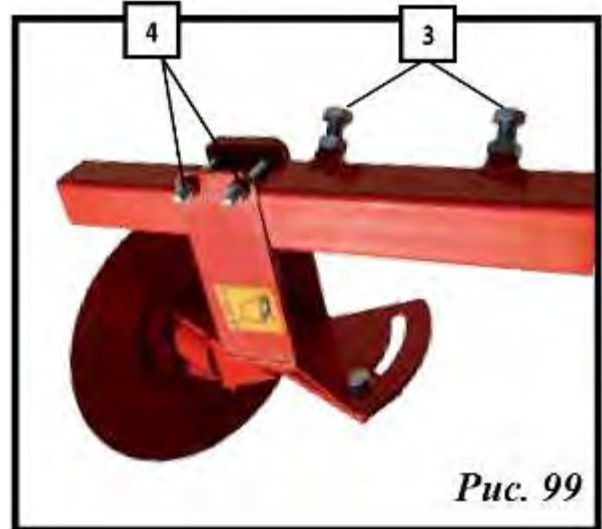

Рис. 99
- 4 - Ослабить крепежные гайки (3, рис. 99).